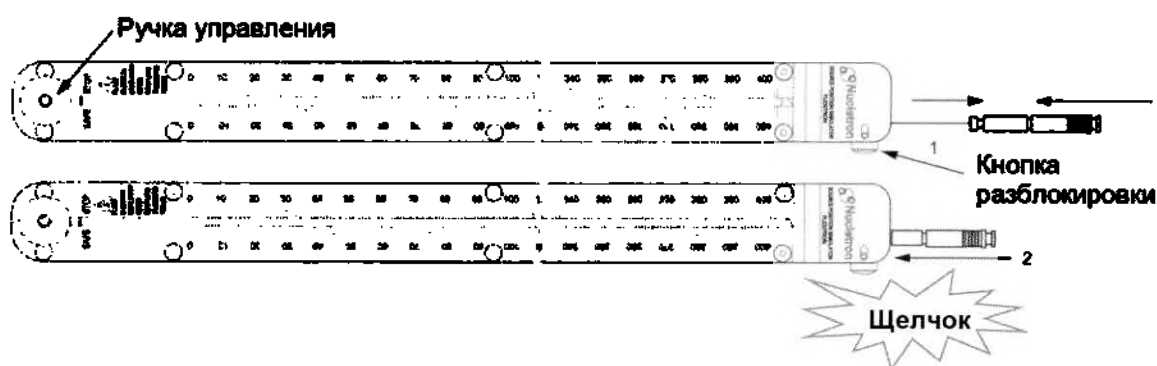

Рис.16: введение кабеля имитатора источника в трубку для перемещения источника и подсоединение адаптера к симулятору положения источника
2. Убедитесь, что кабель имитатора источника или провод симулятора полностью отведен в безопасное положение. Данное положение отмечено на верхней части линейки; см. Рис.16.
3. Осторожно введите кабель имитатора источника в трубку для перемещения источника (1); см. Рис.16. Следите за тем, чтобы кабель имитатора источника не перегибался.
4. Нажмите на кнопку разблокировки и подсоедините трубку для перемещения источника/адаптер к симулятору положения источника (2); см. Рис.16. При установке трубки/адаптера должен раздаться щелчок. Убедитесь, что все соединения между симулятором положения источника и аппликатором хорошо подогнаны.